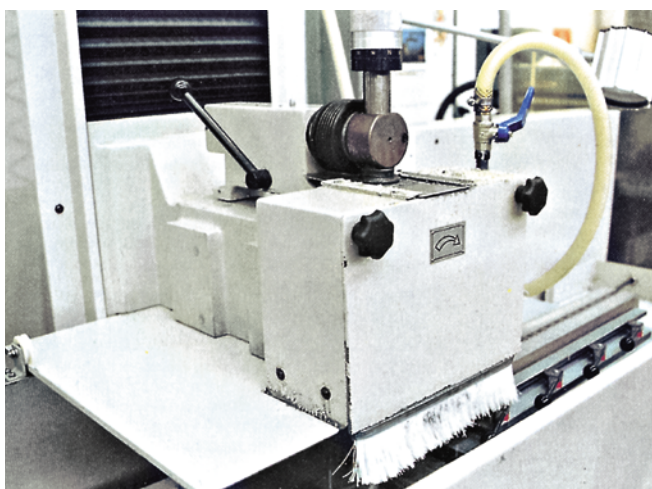

Abb. 3: Spritzschutz an einer Flachsleifmaschine
- Spritzschutzeinrichtungen (Abb. 3),